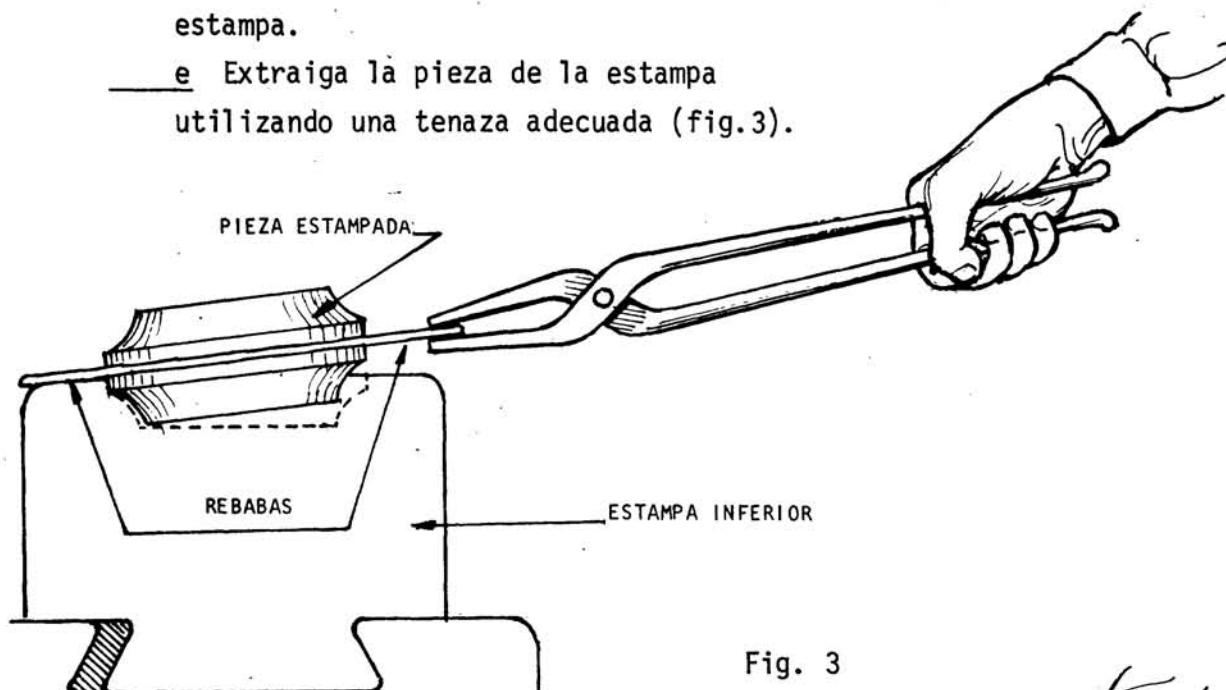

Fig. 3
- e Extraiga la pieza de la estampa utilizando una tenaza adecuada (fig.3).